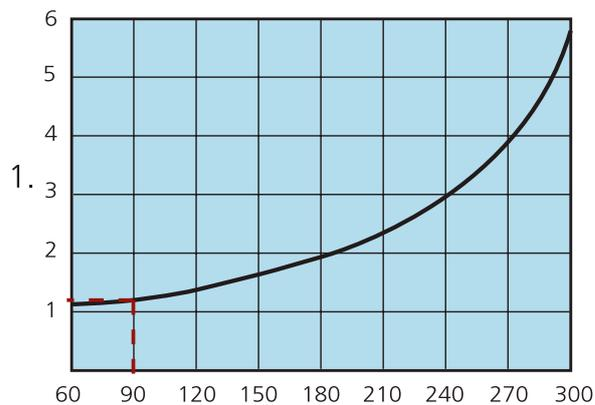

Рис. 2. Поправочный K для отклоненной струи
- Значение dB(C) на 6-9 dB выше, чем dB(A).
- Поправочный K для отклоненной струи, см. стр. 7, рис. 2.
- Поправочный K для отклоненной струи, см. стр. 7, рис.2.
- Значения dB(A) для помещения нормального шумопоглощения (4 dB).